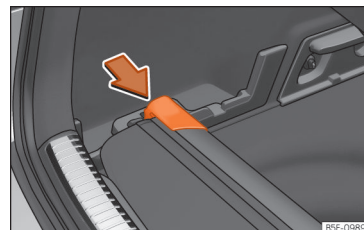

Abb. 144 Im Gepäckraum: Aufnahme zum Verstauen der aufrollbaren Abdeckung.
- Drücken Sie den Kopfteil der aufrollbaren Abdeckung in Pfeilrichtung, bis diese in der vorgesehenen Aufnahme einrastet »» **Abb. 144**.